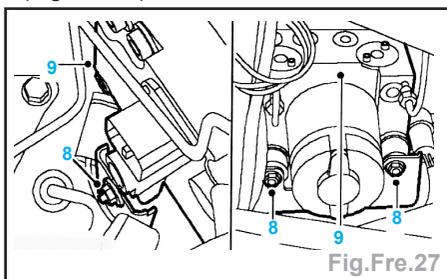

Fig.Fre.27
- les 3 fiches (3) multibroches du modulateur d'ABS,
- les 2 raccords (4) union de tuyau d'entrée de frein de l'avant du modulateur,
- les 4 raccords (5) union de tuyau de sortie de frein du sommet du modulateur,
- les 2 raccords (6) union de tuyau de sortie du modulateur vers la soupape réductrice sensible à la pression (PCR) et déposer les tuyaux,
- Desserrer les 3 écrous (8) maintenant le modulateur sur le support de fixation (Fig.Fre.27).